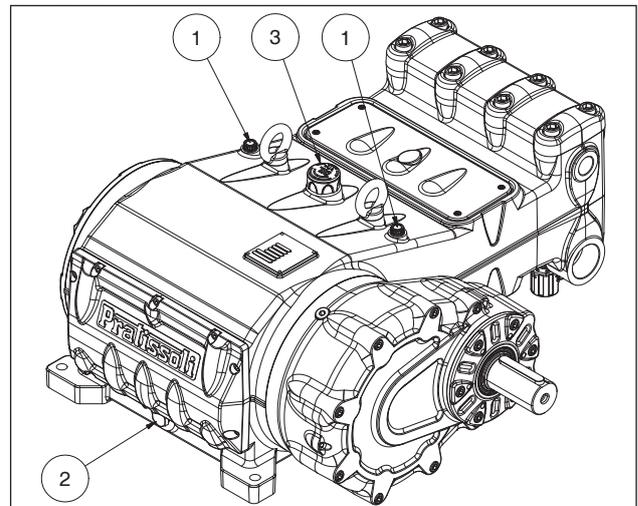

图3
通过配有最小①和最高图3刻度的专用液面杆来检查油料液面。
如有需要应从油盖③，图3处进行添加。
润滑油液面的正确检查是在泵浦处于环境温度下时进行，润滑油的更换可在泵浦于环境温度，通过拆下塞子（②，图3）来进行。